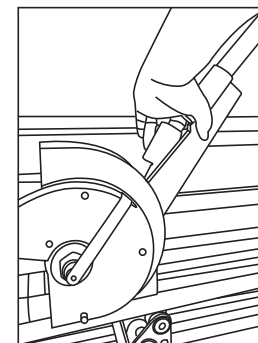

Fig. 5
5. Utilice el sistema de trinquete para permitir al operador utilizar el peso corporal para aumentar la fuerza de plegado con un esfuerzo mínimo. Para utilizar este sistema, levante la lengüeta de liberación del trinquete y levante el asa del trinquete para bajarlo a un punto de palanca adecuado (Fig. 5). Suelte la lengüeta una vez que se alcance el ángulo deseado. Baje el asa del trinquete para comenzar el proceso de plegado. Continúe moviendo el asa hacia arriba y hacia abajo mientras pliega el conducto hasta que el ángulo de plegado deseado se refleje en el transportador. Permita la fuerza de retorno en el conducto agregando la potencia de la fuerza de retorno de la marca del conducto al grado de curvatura deseada.